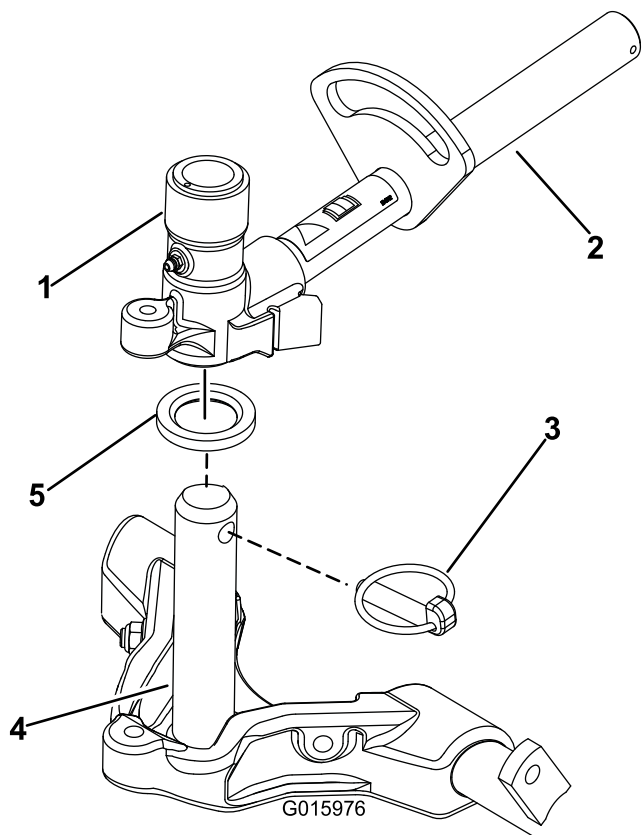

图 16
9. 在承载架轴上涂抹干净的润滑脂图 16。
10. 对于前滚刀组在将承载架轴向上插入提升臂轴轭的同时把滚刀组滑到提升臂下方图 16。确保将止推垫圈放在承载架轴上。
11. 使用 Klik 销将承载架轴固定到提升臂轭图 16。
- B. 将提升臂轭插入承载架轴的上方 (图 16)。